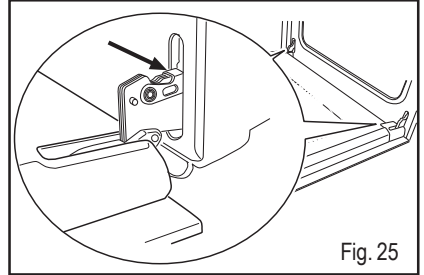

Fig. 25
2. Repérez les deux charnières (Fig. 25).